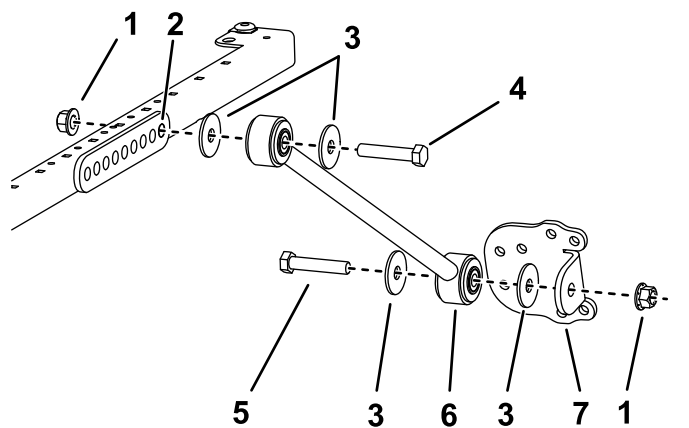

Figura 33
- Per i modelli 03820, 03821, 30604, 30605, 30608 e 30609, su ciascun lato del telaio del parasole montate, senza serrarlo, un supporto di ancoraggio sul foro **posteriore** della staffa di ancoraggio con un bullone ($\frac{1}{2}$ " x $2\frac{1}{2}$ "), una rondella ($\frac{1}{2}$ ") e un dado flangiato ($\frac{1}{2}$ "), come illustrato nella Figura 33.
11. Montate, senza serrarla, una staffa di ancoraggio su ciascun supporto di ancoraggio con un bullone ($\frac{1}{2}$ " x $2\frac{1}{2}$ "), una rondella ($\frac{1}{2}$ ") e un dado flangiato ($\frac{1}{2}$ "), come illustrato nella Figura 33.